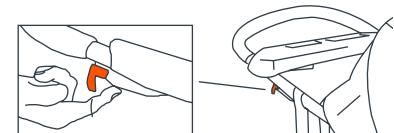
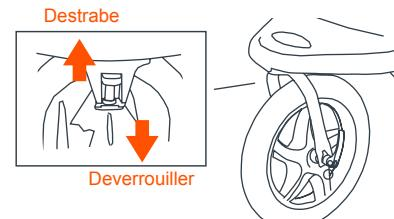

Fig. 12a
Fig. 12b
- 12)** • La poussette est équipée d'un dispositif de blocage de la roue avant. Fig. 12A est un type de commande à distance du levier situé sous la poignée latéral droit. Tirer pour dégager la roue et pousser à engager le dispositif de verrouillage situé sous le repose-pied. Le blocage des roues avant de la Fig. 12B fonctionne dans un mouvement vertical de haut en bas, le verrouillage et le déverrouillage des roues.